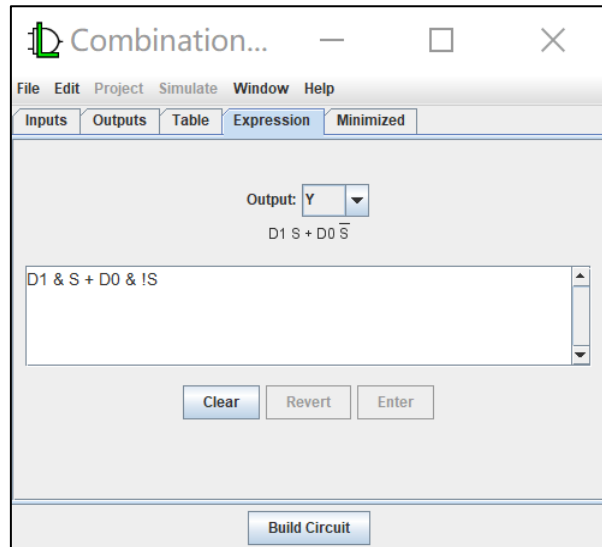

图 11.22 设置输出逻辑表达式
④ 通过输入逻辑表达式实现电路。如图 11.22 所示，选中 Expression，设置输出 Y 的逻辑表达式。在输入框中键入  $D1 \& S + D0 \& !S$ ，点击 Enter 按钮，得到输出 Y 的逻辑表达式。